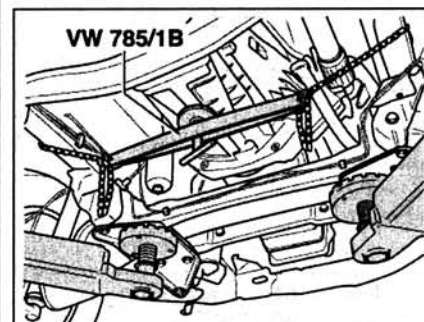

Рис. 2.25. Установите под коробку передач крепежное приспособление VW785/1B.
27. Установите под коробку передач крепежное приспособление VW785/1B (рис. 2.25). Открутите болты крепления двигателя и коробки передач.